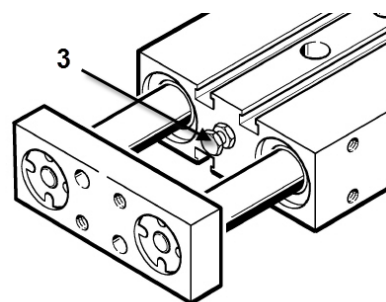

Fig. 9
Pour l'axe-Y (Fig. 9) la précision de tolérance peut être rectifié à l'aide d'une butée réglable (3) qui permet un ajustage précis de la course.